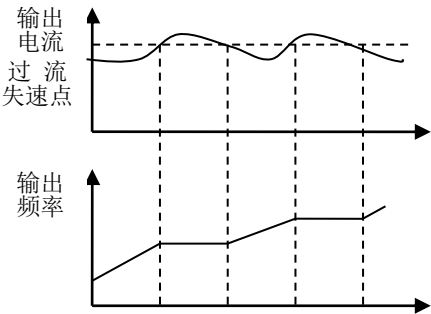

图 6-33 加速运行中过流失速控制
- 变频器在加速过程中，当变频器加速过快或所带负载过大时，电机电流会超过变频器的过流失速值，此时，变频器就会延长加速的时间或停止加速，直到电流低于变频器过流失速值的一定值时，变频器继续加速。如图 6-33 所示。